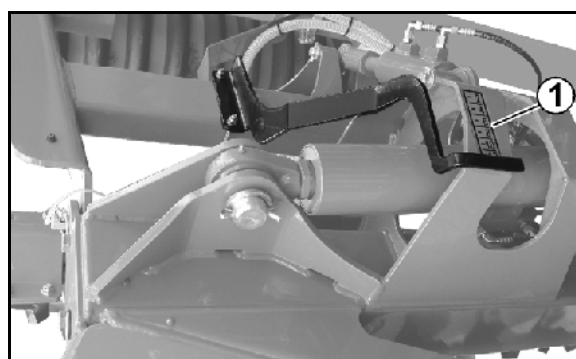

Bild 37
- Arbetsdjupet ställs in hydrauliskt med hjälp av skalan (Bild 37/1).